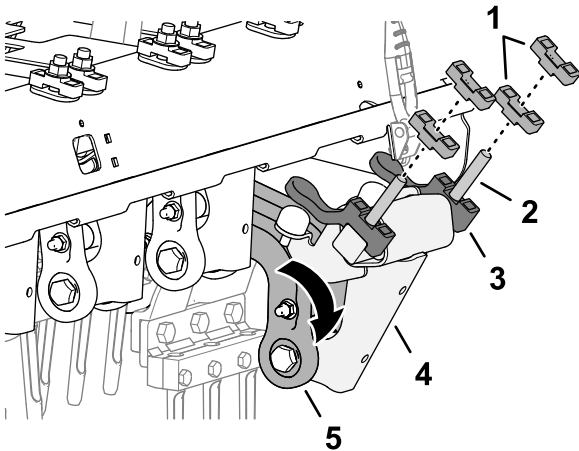

Bild 133
3. Drehen Sie das Dämpfergelenk und die Dämpferwelle nach unten (Bild 133).